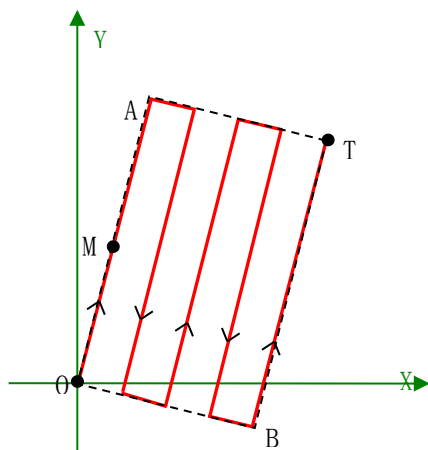

图 7.21 逐行模式的矩形插补运动示意图
如图 7.21 所示，要进行一次逐行模式的矩形插补运动，必须确定以下三个参数：
- (1) 对角位置，如图 7.21 中的点 T，该点确定了矩形的对角点。
- (2) 矩形方向标记位置，如图 7.21 中的点 M。矩形方向标记位置确定了矩形插补运动第一条边的运动方向，该方向为射线 OM 的方向。
此时，通过对角位置坐标及矩形边的方向，则可以确定该矩形区域的框架，如图 7.21 中的矩形 OATB。
- (3) 行数，如图 7.21 中矩形插补运动的行数为 5。通过行数参数，可以设置在指定矩形区域内进行矩形逐行插补运动的行数。